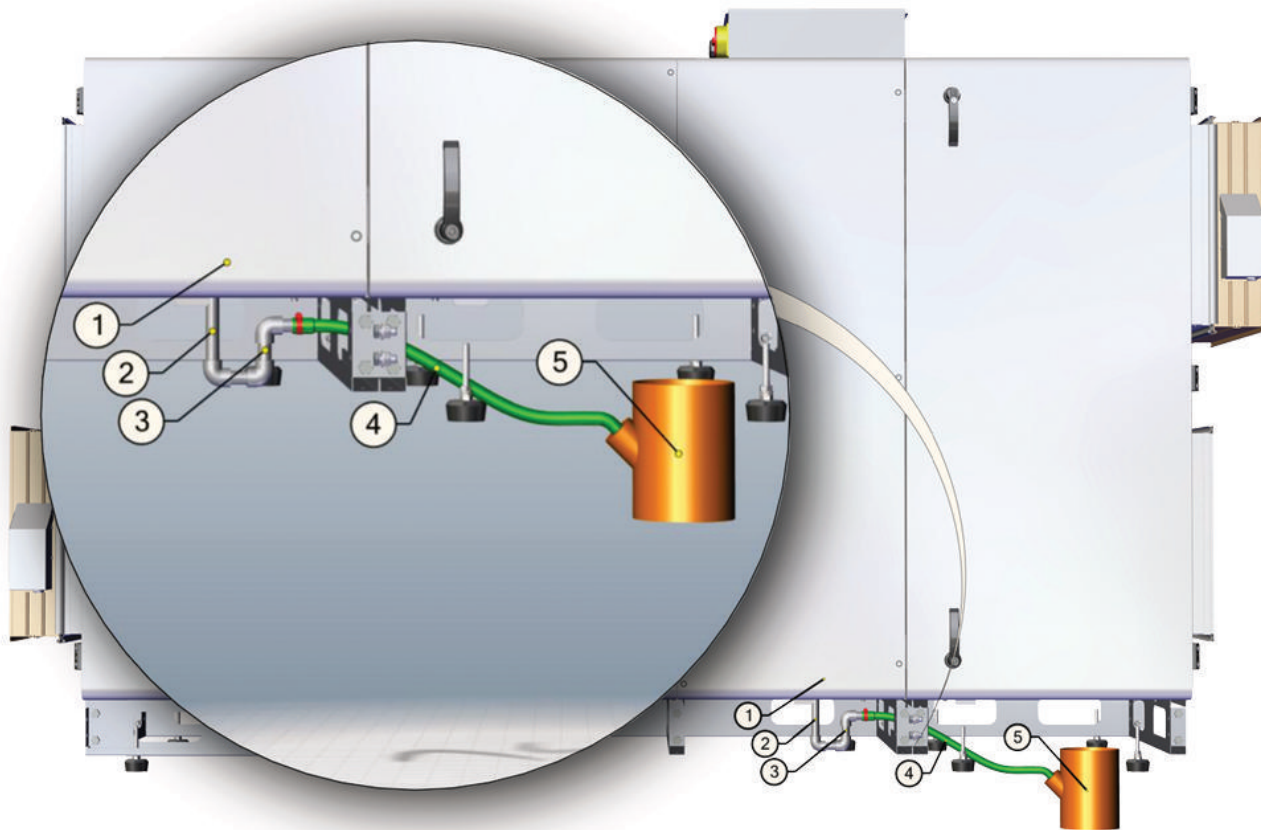

Рис. 9.1. Отвод конденсата от вентустановки.
После монтажа дренажной системы проверьте ее работу, залит в поддон отвода конденсата 0,5 литра воды (сифон (3) должен быть постоянно заполнен водой). Если вода не вытекает из поддона, устраните данную неисправность. Система отвода конденсата должна эксплуатироваться в помещениях с температурой воздуха выше 0 °С, в противном случае необходимо покрыть тепловой изоляцией всю систему отвода конденсата от вентустановки до канализационной трубы и проложить нагревательный элемент (в виде кабеля) под изоляцией. Схема отвода конденсата от вентустановки показана на Рис. 9.1.